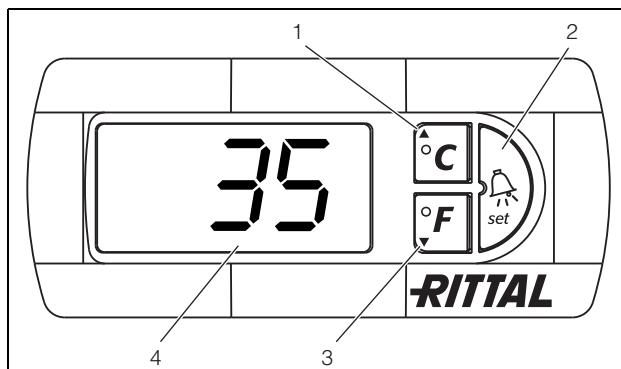

Fig. 24 : Régulateur confort
Le climatiseur fonctionne automatiquement : dès que l'appareil est branché, le ventilateur de l'évaporateur (voir page 5, fig. 2) se met en marche et brasse continuellement l'air à l'intérieur de l'armoire électrique. Le régulateur confort assure la régulation du compresseur et du ventilateur du condenseur. Le régulateur confort dispose d'un affichage à 7 segments (fig. 24, n° 4). Après la mise sous tension, il commence par afficher pendant env. 2 secondes la version actuelle du logiciel utilisé.
La programmation de l'appareil se fait à l'aide des touches 1 – 3 (fig. 24). Les paramètres correspondants sont également visualisés sur l'afficheur.
- Appuyer simultanément sur les touches 1 et 2 (fig. 24) pendant au moins 5 secondes.
Les touches 1, 2 et 3 (fig. 24) vous permettent de modifier 24 paramètres à l'intérieur des plages définies (valeurs limites minimales et maximales).